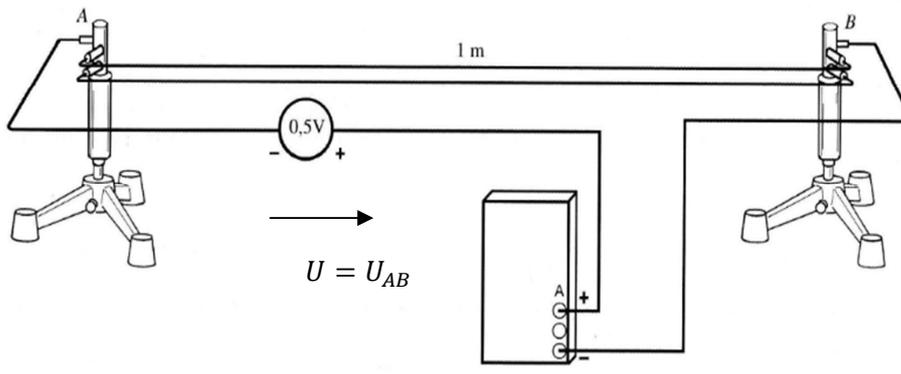

Figure III.3. Montage expérimental pour étudier l'influence de la section du fil sur la résistance électrique des matériaux.
3. On garde la même longueur $l=1m$ et la même section $d=0.25mm$. On répète la même procédure de mesure en plaçant en parallèle avec ce premier fil de Nichrome un deuxième fil identique (Figure.III.3).